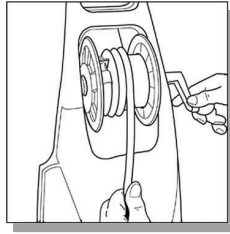
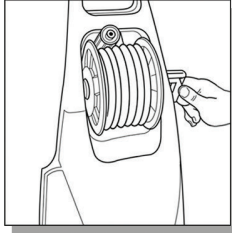

Fig. 23
Fig. 24
- La manguera de presión esté almacenada en el carrete de manguera situado encima del soporte para accesorios. Con la parte frontal de la hidrolavadora mirando hacia arriba, inserte el extremo roscado de la ONU de la fuente de la manguera en el orificio cuadrado en el interior del carrete y comenzará a girar la manija (Fig. 23). Después de que usted haya el molinete gira alrededor de 1/4 de vuelta, con el montaje insertado en el agujero cuadrado, colocar la manguera por debajo de la muesca en el lado de la bobina para mantenerla en su lugar mientras su desaparición (Fig. 24). Cuando haya terminado de bobinado, empuje la manija hacia adentro para bloquearlo en su sitio. Recuerde: el carrete de manguera es sólo para almacenar la manguera de alta presión. La manguera debe ser completamente eliminado desde el carrete de manguera cada vez que utilice la hidrolavadora.